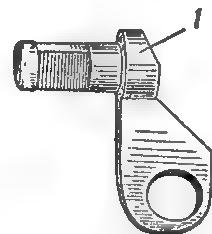

Рис. 93. Предохранитель:
8. В автоматической винтовке предохранитель (рис. 93) не имеет на головке выступа, который в самозарядной винтовке ограничивает проворот фляжка предохранителя вправо, и, кроме того, на головке предохранителя сделан скос для обеспечения большего отхода хвоста спускового крючка назад.